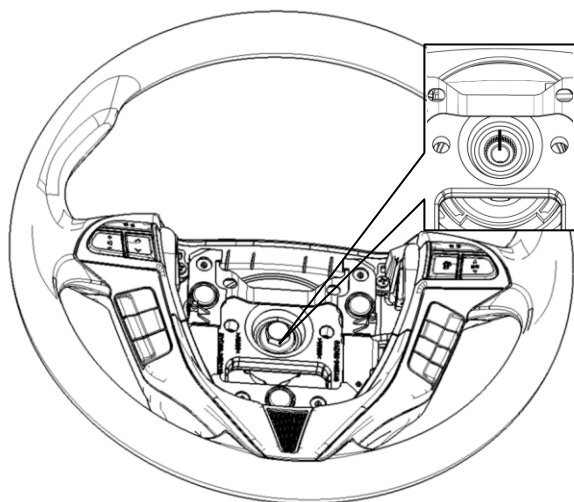

图 4-16
② 在转向盘总成和转向管柱及万向节总成上做好配合标记。如图4-16所示。